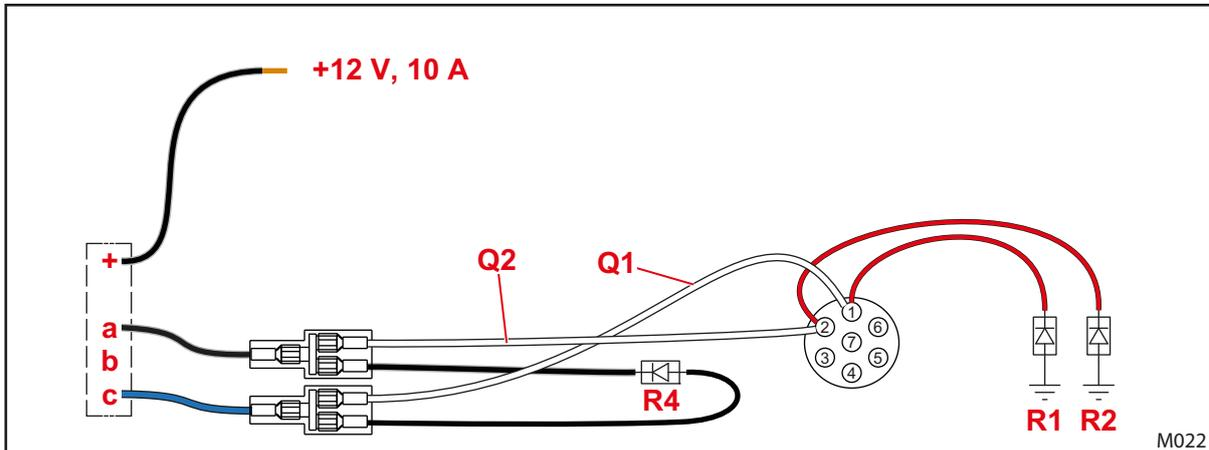

Fig. 5 Installazione elettrica – equipaggiamento per FS, FZ e Solid (solo 3° e 4° circuito di comando)
- (3) Posare il cavo verso la presa e qui collegarlo (vedere anche 4.1.2.7 *Montaggio della presa*) – Q1 al morsetto 1, Q2 al morsetto 2.
- (4) Collegare il cavo secondo Fig. 5.
- (5) Collegare il diodo di bloccaggio R4 (nei caricatori frontali FS, FZ, non nei caricatori frontali Solid).
- (6) Collegare il cavo + all'alimentazione di tensione (vedere 4.1.2.6 *Collegamento dell'alimentazione di tensione*).